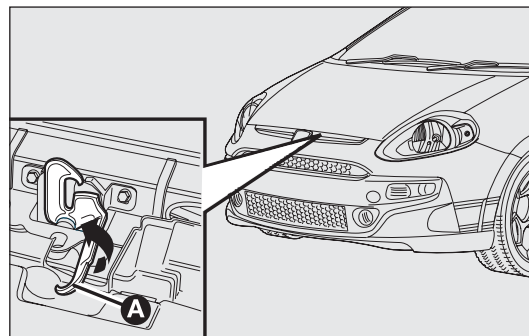

fig. 84
- tirer la manette A-fig. 84 comme indiqué sur l'illustration ;